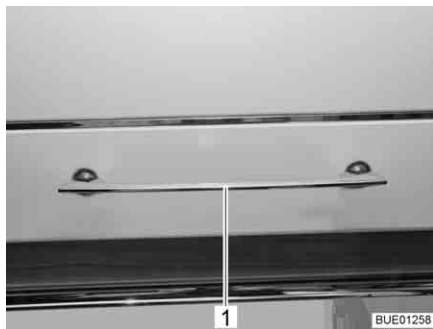
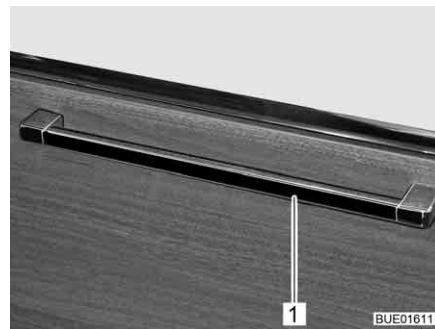

Fig. 73 Sportello del mobile con maniglia di sbloccaggio
Fig. 74 Sportello del mobile con maniglia di sbloccaggio (alternativa)
- Premere la maniglia di sbloccaggio (Fig. 73,1 o Fig. 74,1) verso l'alto, di lato o verso il basso, a seconda della posizione di montaggio, e tenerla premuta.